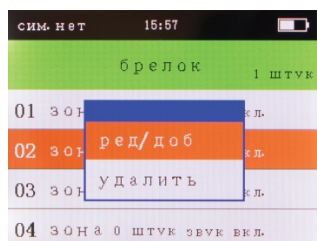
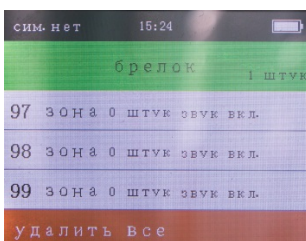

Рисунок 13
Рисунок 14
**Редактирование брелока.** Нажмите кнопку «МЕНЮ», на дисплее появится основное меню настроек. Нажимайте кнопки «ВВЕРХ/ВНИЗ» для выбора раздела «устройства», нажимайте «ОК» для подтверждения выбора, нажимайте кнопки «ВВЕРХ/ВНИЗ» для выбора пункта «брелок» (Рис. 10). Затем нажмите кнопку «ОК» для подтверждения выбора. Выберите номер брелока, который собираетесь редактировать, нажмите кнопку «ОК». В открывшемся окне можно выбрать нужное действие (Рис. 13), выберите «редактирование», нажмите кнопку «ОК». Отредактируйте параметры брелока и нажмите кнопку «ОК».
**Удаление брелока.** Нажмите кнопку «МЕНЮ», на дисплее появится основное меню настроек. Нажимайте кнопки «ВВЕРХ/ВНИЗ» для выбора раздела «устройства», нажимайте «ОК» для подтверждения выбора, нажимайте кнопки «ВВЕРХ/ВНИЗ» для выбора пункта «брелок» (Рис. 10), затем нажмите кнопку «ОК» для подтверждения выбора. Выберите номер брелока, который собираетесь удалить. Нажмите кнопку «ОК», в открывшемся окне можно выбрать нужное действие (Рис. 13), нажимайте кнопки «ВВЕРХ/ВНИЗ» для выбора функции «удалить», затем нажмите кнопку «ОК». Подтвердите выбор. Брелок пользователя удалится. Чтобы удалить все брелоки, выберите функцию «удалить все» и нажмите кнопку «ОК» (Рис. 14), в открывшемся окне выберите «ДА», система удалит все брелоки пользователей.